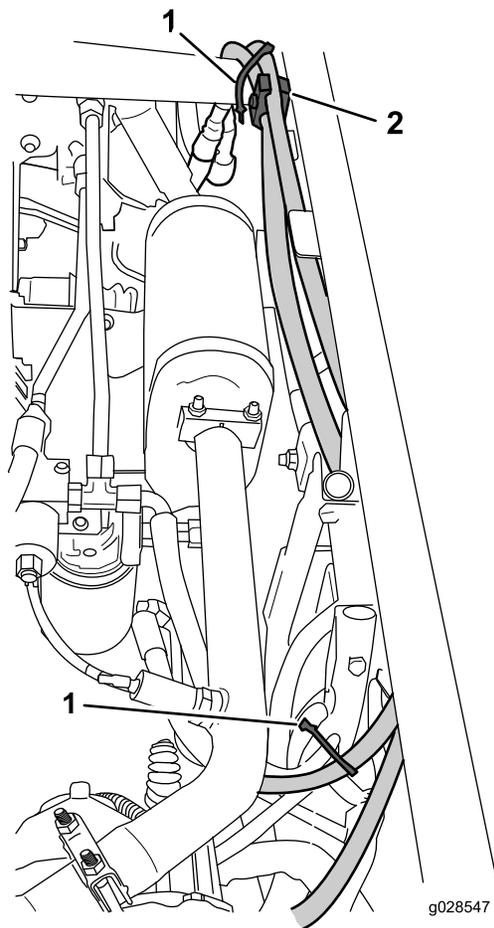

図 7
- 図 7に示すようにホースを配設して固定するケーブルタイ、チューブクランプ、クランプボルトを使用する。